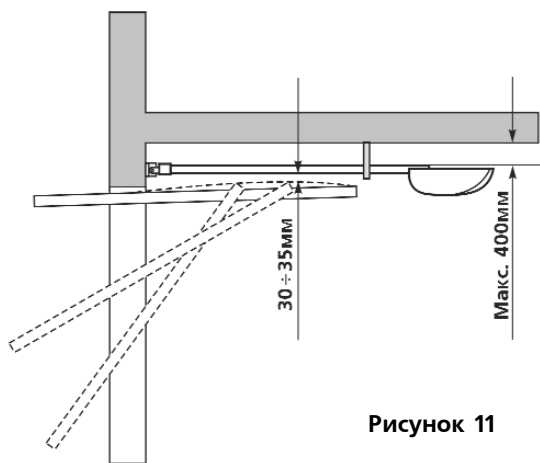

Рисунок 11
9. Прикрепить привод SPIDO к коробке ворот (рекомендуемый вариант) или стене заклепками или дюбелями, выдерживая расстояния, указанные на рис.11);